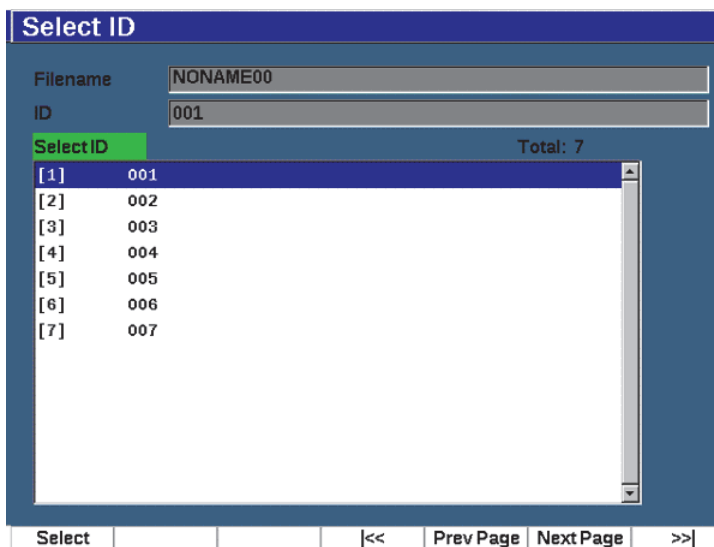

Figure 10-11 Fenêtre Select ID
3. Appuyez sur **Select ID** (Sélection d'ID) [touche P2] pour afficher la fenêtre **Select ID** (voir la Figure 10-11 à la page 223).